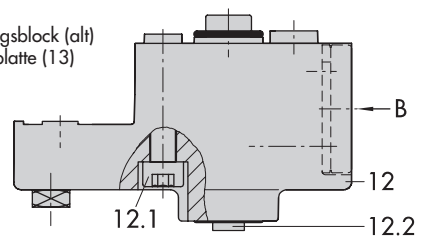

Bild 4 · Direktanbau – Stelldruckanschluss für Antrieb Typ 3277 mit 240, 350 und 700 cm²
1. Mitnehmer (3) an die Antriebsstange setzen, ausrichten und so festschrauben, dass die Befestigungsschraube in der Nut der Antriebsstange sitzt.
2. Abdeckplatte (10) mit schmaler Seite des Ausbruchs (Bild 4 links) in Richtung zum Stelldruckanschluss befestigen, die aufgeklebte Flachdichtung (14) muss zum Antriebsjoch zeigen.
3. Bei Antrieben mit 700 cm² am Hebel **M** (1) auf der Stellungsreglerückseite den Abtaststift (2) aus Stiftposition **35** lösen und in die Bohrung für Stiftposition **50** umsetzen und verschrauben.
6. Kontrollieren, ob die Zunge der Dichtung (16) seitlich am Verbindungsblock so ausgerichtet ist, dass das Antriebsymbol für "Antriebsstange ausfahrend" bzw. "Antriebsstange einfahrend" mit der Ausführung des Stellantriebes übereinstimmt. Andernfalls müssen die drei Befestigungsschrauben entfernt, die Deckplatte abgehoben und die Dichtung (16) um 180° gedreht wieder eingelegt werden. Beim alten Verbindungsblock (Bild 4 unten) muss die Schaltplatte (13) so gedreht werden, dass das entsprechende Antriebsymbol zur Pfeilmarkierung ausgerichtet ist.
7. Verbindungsblock (12) mit seinen Dichtungen an Stellungsregler und Antriebsjoch ansetzen und mit Befestigungsschraube (12.1) festziehen. Bei Antrieb "Antriebsstange einfahrend" zusätzlich den Stopfen (12.2) entfernen und die externe Stelldruckleitung montieren.
8. Deckel (11) auf der Gegenseite montieren. Dabei unbedingt darauf achten, dass im eingebauten Zustand des Stellventiles der Entlüftungstopfen nach unten zeigt, damit evtl. angesammeltes Kondenswasser abfließen kann.